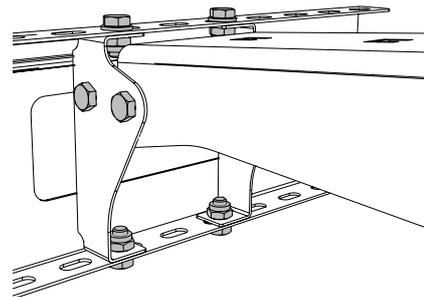

Figure 46. Montage avec panneau frontal sur hayon élévateur
2. Installez la plaque de fixation de l'actionneur sur le bras, voir Figure 46.